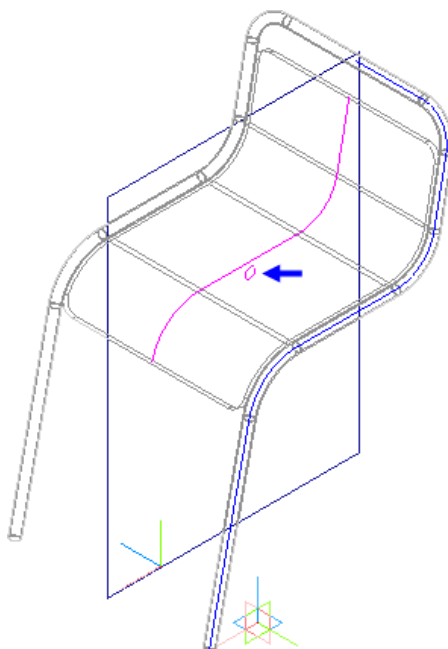

Рисунок 46
- Построение эскиза сечения закончено. Закройте эскиз  (рис. 46).